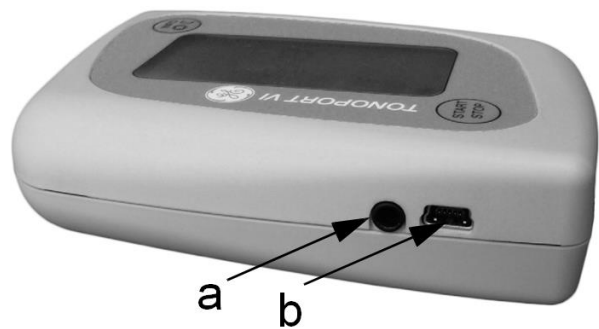

Bild 5-1 Anschlüsse für Verbindungsleitung zum PC
- Bei Verwendung der USB-Schnittstelle (**b**, Bild 5-1), mit der Verbindungsleitung 2001589-040
- Bei Verwendung der seriellen Schnittstelle (**a**, Bild 5-1), mit der Verbindungsleitung 2001589-011
Bei der Verwendung der USB-Schnittstelle (b, Bild 5-1) muss - wie nachfolgend beschrieben - der USB-Treiber installiert und die Schnittstelle geprüft werden.